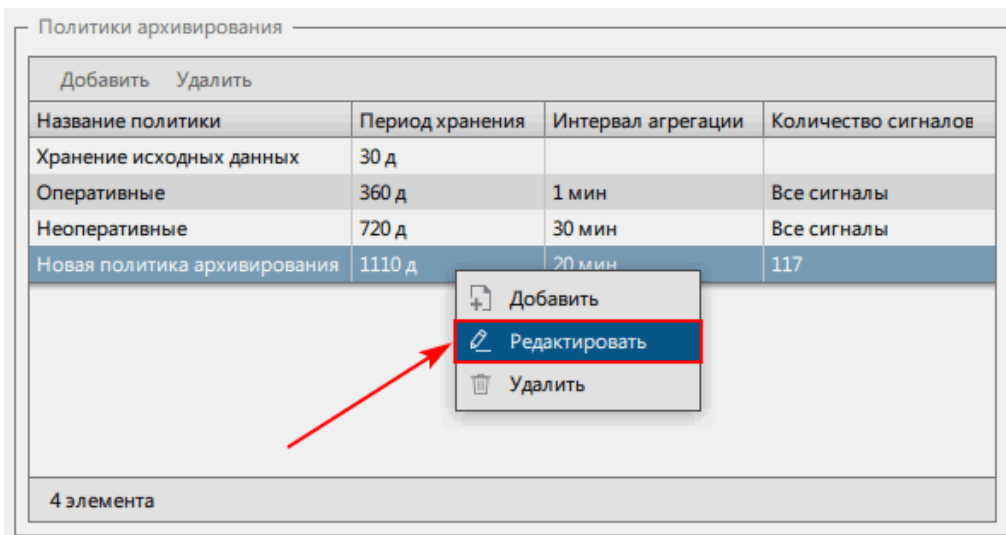

Рисунок 281 - Контекстное меню
3. Выберите пункт **Редактировать** (Рисунок 281).